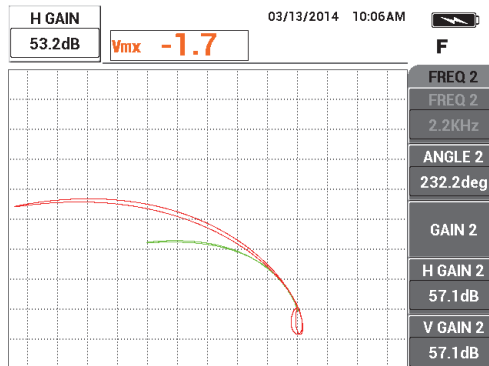

Figura 5-122 Ajuste da amplitude horizontal do sinal da frequência 1
13. Pressione a tecla GAIN (**dB**) duas vezes e, em seguida, diminua a amplitude horizontal do sinal da frequência 1 (verde) até se estender por 5 divisões à esquerda do ponto nulo (veja Figura 5-122 na página 217).